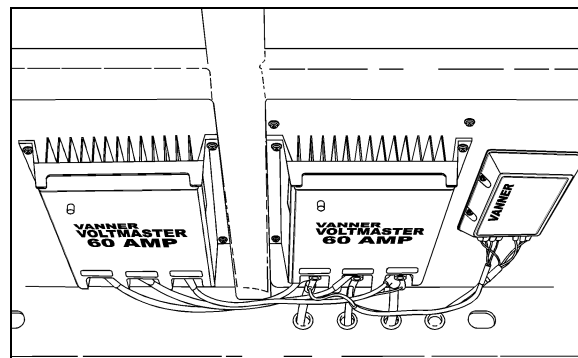

FIGURE 3: LOCALISATION DU NOUVEAU VANNER (XL-40)
4. Fixer les câbles de connexion (+12V, GND et +24V) sur l'égalisateur de batteries à l'aide des écrous puis sur les batteries en s'assurant de respecter les tensions et les couleurs (voir figure 3). Utiliser les